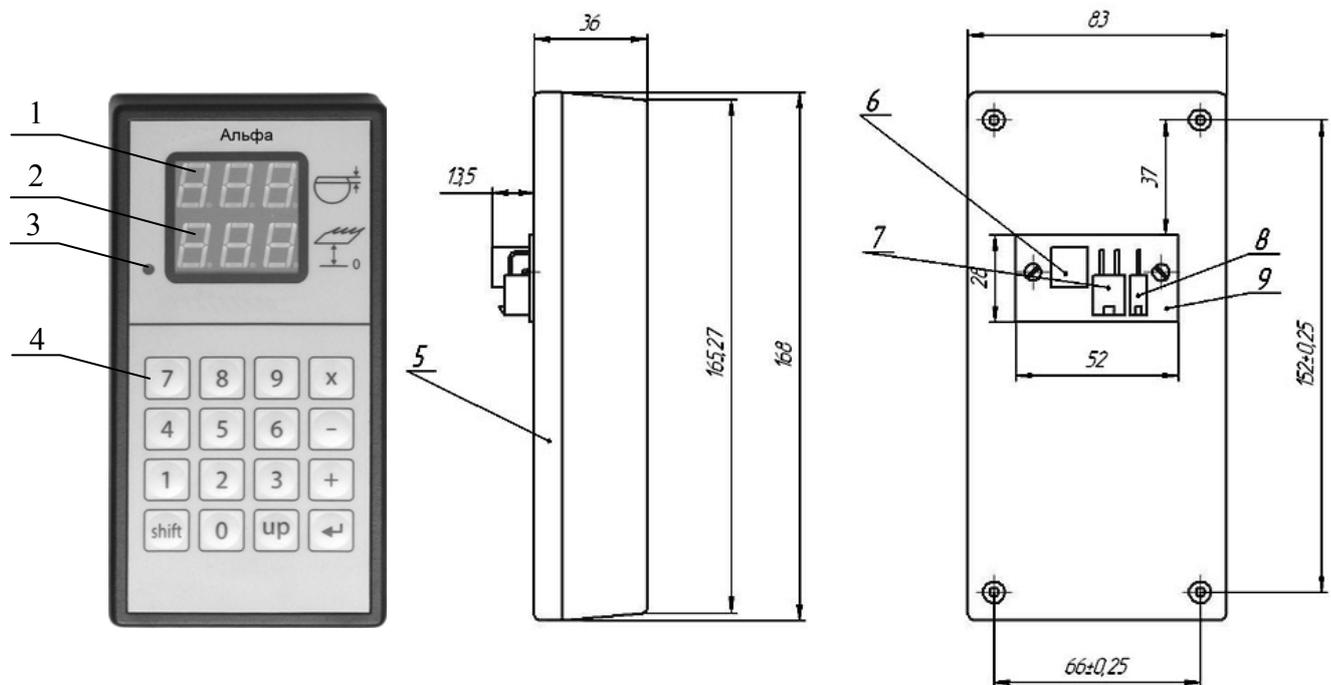

Рис. 1. внешний вид корпуса КПС «Альфа»
- корпуса КПС «Альфа» (рис.1);
На корпусе электронной линейки см. рис.1 есть два индикатора разного цвета (поз.1,2), клавиатура (поз.4) и светодиод (поз.3).